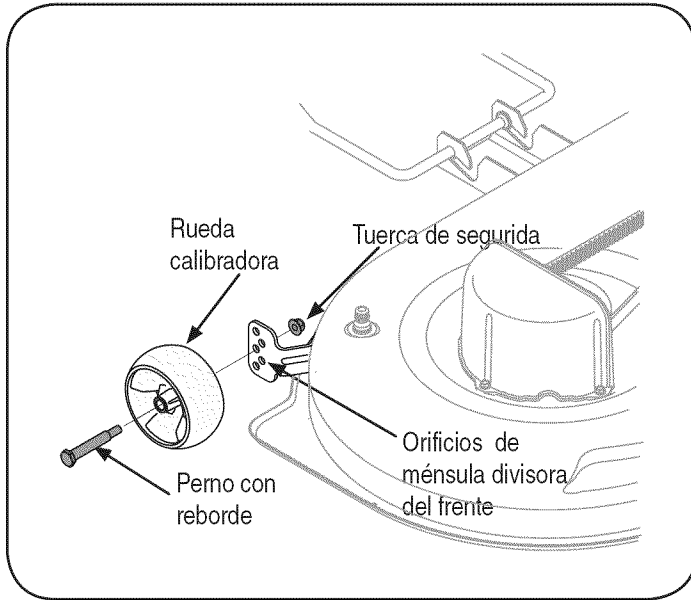

Figura 17
- Extraiga la tuerca de seguridad bridada hexagonal y el perno con reborde que sujetan una de las ruedas calibradoras delanteras a la ménsula divisora del frente. Reposicione la rueda calibradora para alinearla con uno de los cinco orificios de posicionamiento que colocan a la rueda $\frac{1}{4}$ " a $\frac{1}{2}$ " por encima del suelo. Sujete la rueda calibradora a la ménsula divisora con el perno con reborde y la tuerca de seguridad bridada. Tome nota del orificio de posicionamiento utilizado y sujete la otra rueda calibradora en la misma posición. Vea la Figura 17.